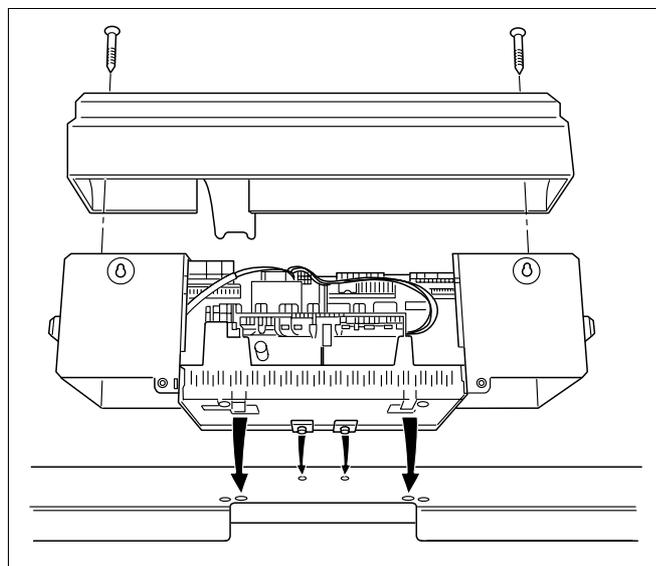

Fig. 17 Montaggio dell'apparecchio di regolazione
- Svitare dall'alto le due viti autofilettanti della copertura della morsettiera e rimuoverla (fig. 17).
- Posizionare l'apparecchio di regolazione in modo che i ganci d'inserimento si innestino anteriormente nei fori ovali, quindi tirare l'apparecchio di regolazione in avanti e ribaltarlo poi all'indietro fino a che i due ganci elastici a destra e a sinistra non scattino in posizione (freccie fig. 17).
- Applicare la copertura della morsettiera e fissare con 2 viti autofilettanti (fig. 17).